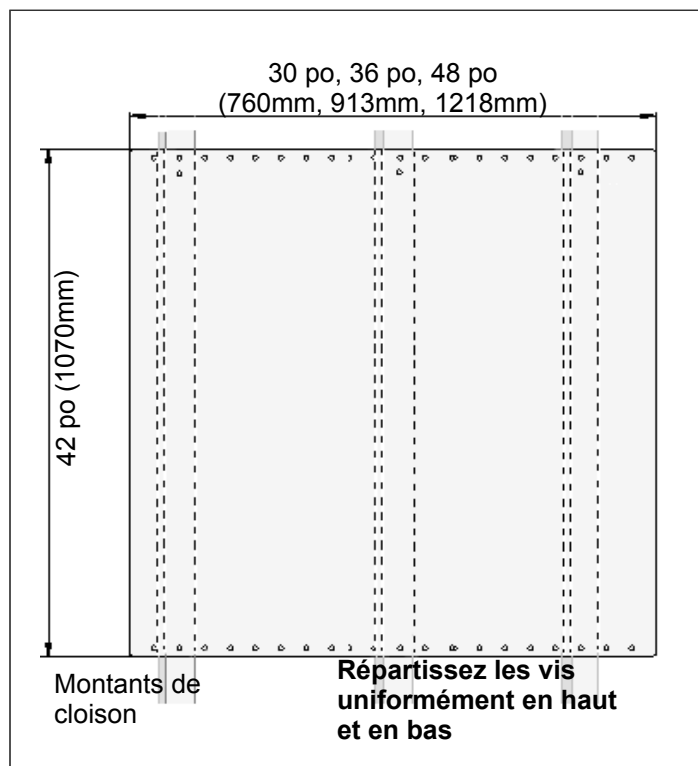

FIGURE 13: INSTALLATION DU DOSSERET DE PROTECTION
(1) guide d'installation	Crayon
- Utilisez deux vis fournies pour fixer le haut et le bas du dossieret de protection dans chaque montant de cloison (voir *Figure 13*).